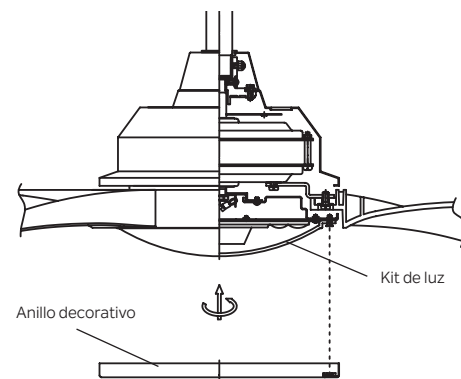

Figura 18
**Paso 4.** Coloque las muescas en el anillo decorativo de manera que queden alineadas con las lengüetas del kit de luz LED. Levante con cuidado el anillo decorativo dentro del kit de luz y asegúrelo al ventilador girando el anillo decorativo en el sentido de las agujas del reloj hasta que quede ajustado. **NO AJUSTE EN EXCESO.** (Figura 18)